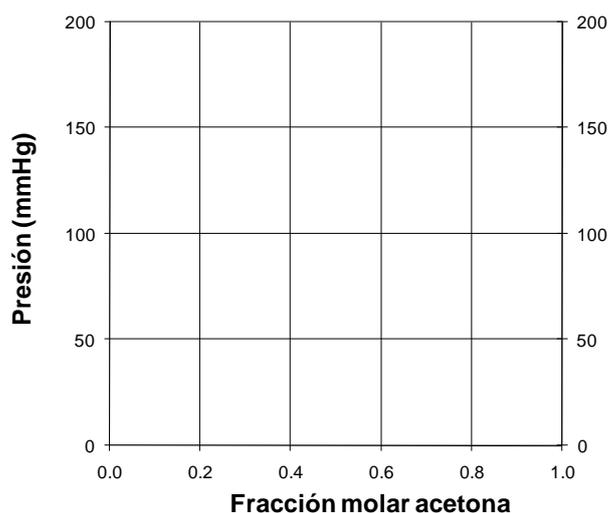

Figura 12. Diagrama Presión/composición
- Representa (en la figura 12) la ley de Raoult para la acetona y el cloroformo, (presión en ordenadas y fracciones molares de acetona y cloroformo en abscisas).